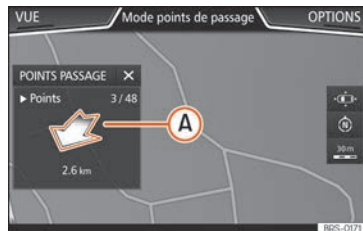

Fig. 234 Mode guidage itinéraire Offroad
- La direction à suivre est indiquée en ligne droite au moyen de flèches de direction sur la fenêtre contextuelle du système d'infodivertissement »» **fig. 234** **(A)**.